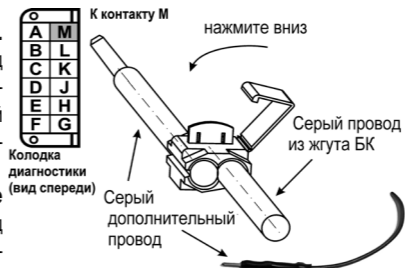
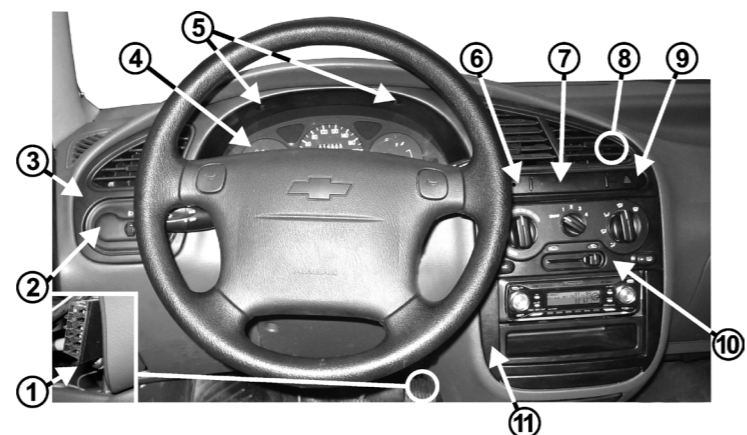
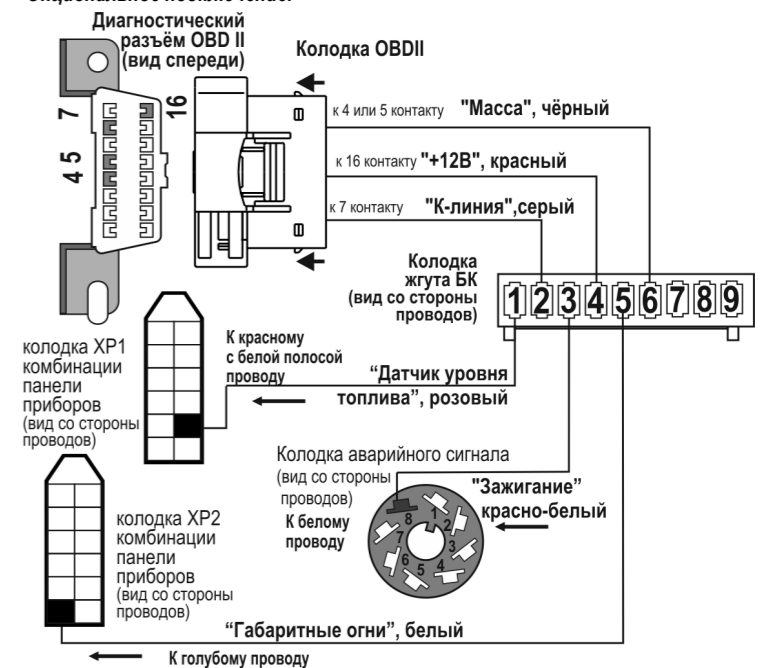
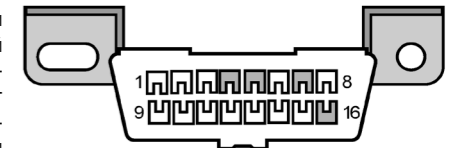

рис.20 Схема подключения дополнительного провода М-линии
рис.8 Панель приборов а/м ЗАЗ Ланос Т150
рис.13 Схема подключения к а/м Газель после 2009 г. в. (Микас 10.3)
рис.12 Контакты колодки ОБД2
соедините их. Протяните провод **“М-линия”** - линия обмена данными с контроллером электронной системы управления двигателем (**серый** провод жгута БК) от места предполагаемой установки БК до колодки диагностики (поз.1, рис.8). Седините серый дополнительный провод М-линии (рис.5) к серому проводу из жгута БК (рис.20). Вставьте контакт серого дополнительного провода **“М-линия”** в контакт М колодки диагностики согласно схеме подключения БК (рис. 20).
3.2. Отсоедините регулятор направления световых пучков фар (поз.2, рис.8), отсоединив его колодку.
3.4. Отверните два других самонарезающих винта (поз.5, рис.8) крепления щитка панели приборов (поз.3, рис.8).
3.5. Снимите декоративную накладку консоли (поз.11, рис.8). В верхней части её фиксируют две металлические скобы, а внизу пластмассовые защёлки и поэтому нужно, прижав тонкой отвёрткой поочерёдно правую и левую верхнюю часть металлических скоб соответственно, аккуратно вынуть на себя декоративную накладку консоли.
3.8. Аккуратно выдвините на себя модуль управления системой вентиляции и отопления (поз.10, рис.8).
3.10. Извлеките выключатель задних противотуманных фар (поз.6, рис.8) и выключатель аварийной сигнализации (поз.9, рис.8), также отсоединив их колодки.
3.12. Отверните четыре самонарезающихся винта (находятся справа и слева от комбинации приборов) крепления комбинации приборов к кронштейну и аккуратно выведите комбинацию приборов (поз.4, рис.8) на себя.
3.20. Протяните провод "М-линия" - линия обмена данными с контроллером электронной системы управления двигателем (серый провод жгута БК) от места предполагаемой установки БК до колодки диагностики (поз.1, рис.8). Соедините серый дополнительный провод М-линии (рис.5) к серому проводу из жгута БК (рис.12).
Если один из обязательных для подключения контактов № 4 или 5, 7 или 16 в колодке ОБД2 вашего а/м отсутствует (рис.12), подключите необходимые сигналы самостоятельно согласно электрической схеме вашего автомобиля (рис. 13).